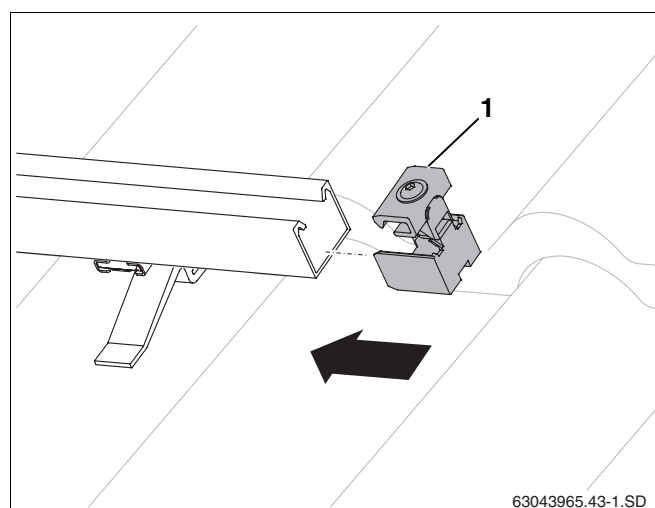

Рис. 42 Установка одностороннего зажима
- Вставить односторонние зажимы (рис. 42, **поз. 1**) в профильные рейки на правой стороне поля коллекторов до фиксации их в первом продольном отверстии профильной рейки.